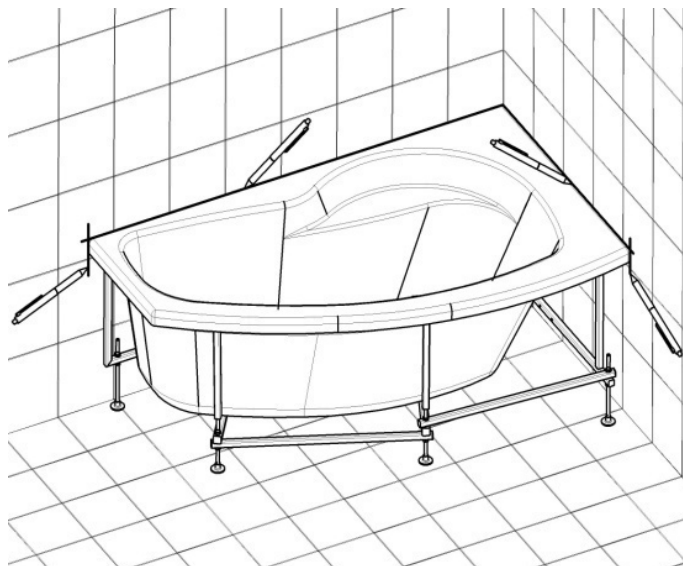

Рис.2
2. В месте установки ванны на стене ванной комнаты начертите горизонтальную линию на высоте бортика ванны (Рис. 2).